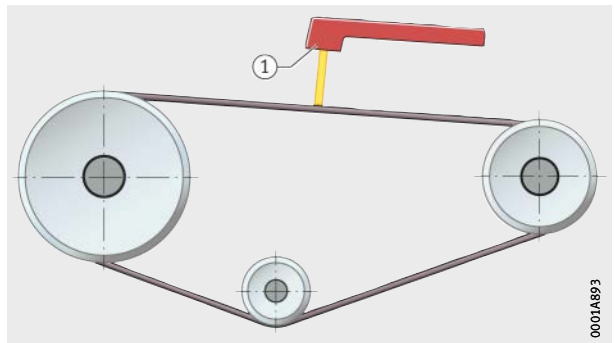

Bild 1
Mät alltid remspänningen vid den längsta remparten mitt emellan två remskivor, *bild 1*! <
- Håll mätsonden i mitten av den fria remparten, *bild 1*.